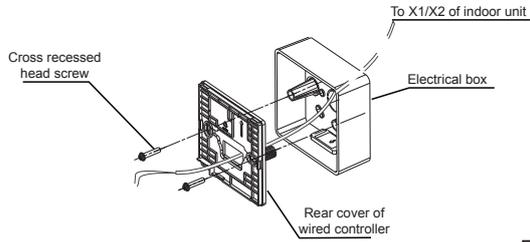

Figura 3.6
**3-3-4** Introduzca los cables apantallados instalados en la pared a través del orificio de la cubierta posterior del mando con cable. Sujete la cubierta posterior del mando con cable a la caja eléctrica a través de las barras de soporte. Utilice para ello los tornillos Philips suministrados (accesorio 1). Asegúrese de que la cubierta posterior queda correctamente colocada, sin deformaciones (ver Figura 3.6).